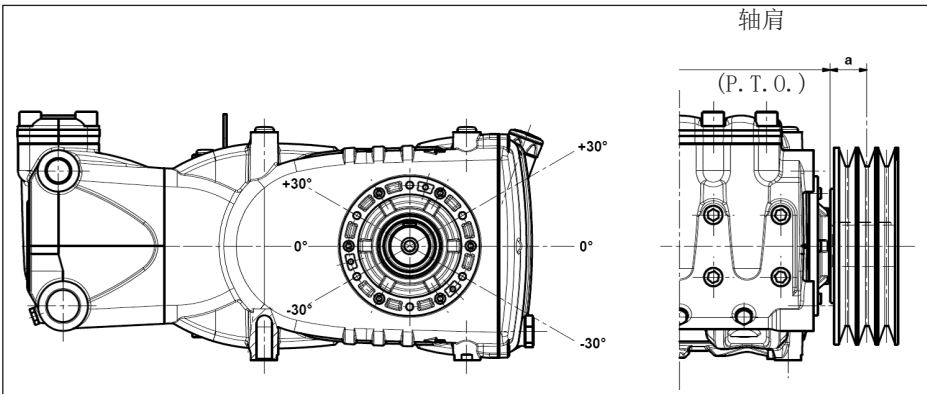

图 10
泵轴上的径向载荷不能超过4500 N（布局定义所必须的数值）。只有该载荷作用在距离轴肩（P. T. O.）的一段最大长度 $a=50 \text{ mm}$ 时，传动才被视为适当，见图10。
b) 使用高效能皮带 – 例如**XPB**而不是**SPB** – 同样的功率传递, 使用的皮带数量会相对少, 继而相对轴肩 (P. T. O.) 的距离也会减少。图 10的 “a”